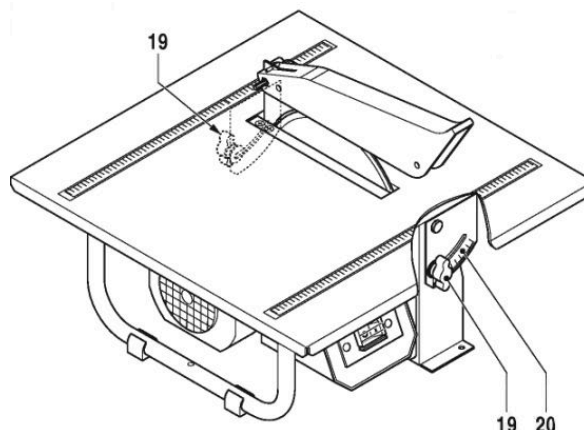

Рис. 5
- Ослабьте ручки фиксации (19)(См. Рис.5).
- Установите нужный угол фаски по шкале (20).